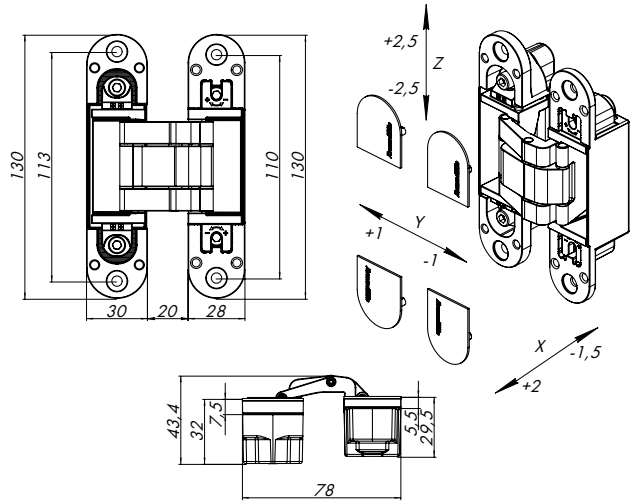

Рис. 1 — Габаритные размеры петель
- Габаритные размеры в открытом положении петли (рис. 1):
- Вертикальная регулировка (Z): $\pm 2,5$ мм.
- Горизонтальная регулировка (X): $-1,5 + 2$ мм.
- Регулировка по глубине (Y): ± 1 мм.